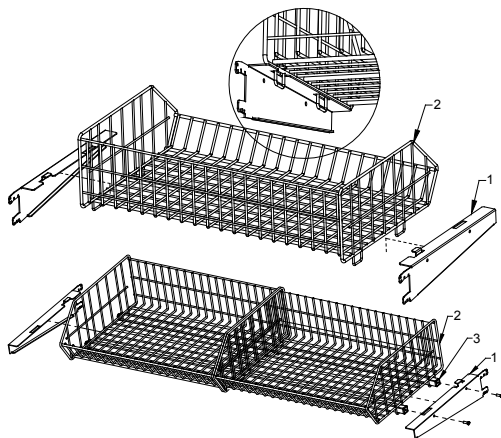

Рис.7 Корзины для фруктов и овощей
2. На крюках расположить полки и/или корзины Рис.5 (стр.41) и/или Рис.7 (стр.42)